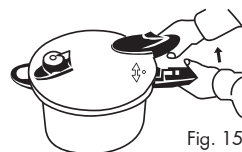

Fig. 15
- Ruotare la maniglia superiore in senso antiorario (Fig. 15).